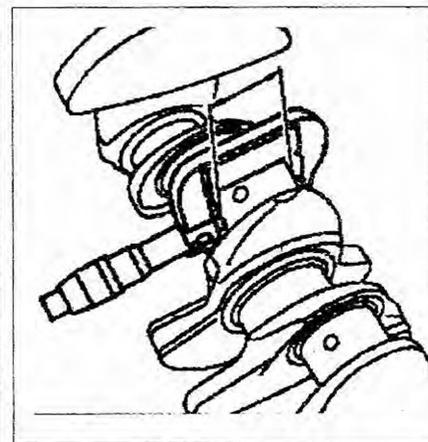

Рис. 2.61. Измерение диаметра шатунной шейки.
23. Измерьте диаметр шатунных шеек и по измеренному значению определите радиальный зазор в подшипниках коленчатого вала (рис. 2.61).